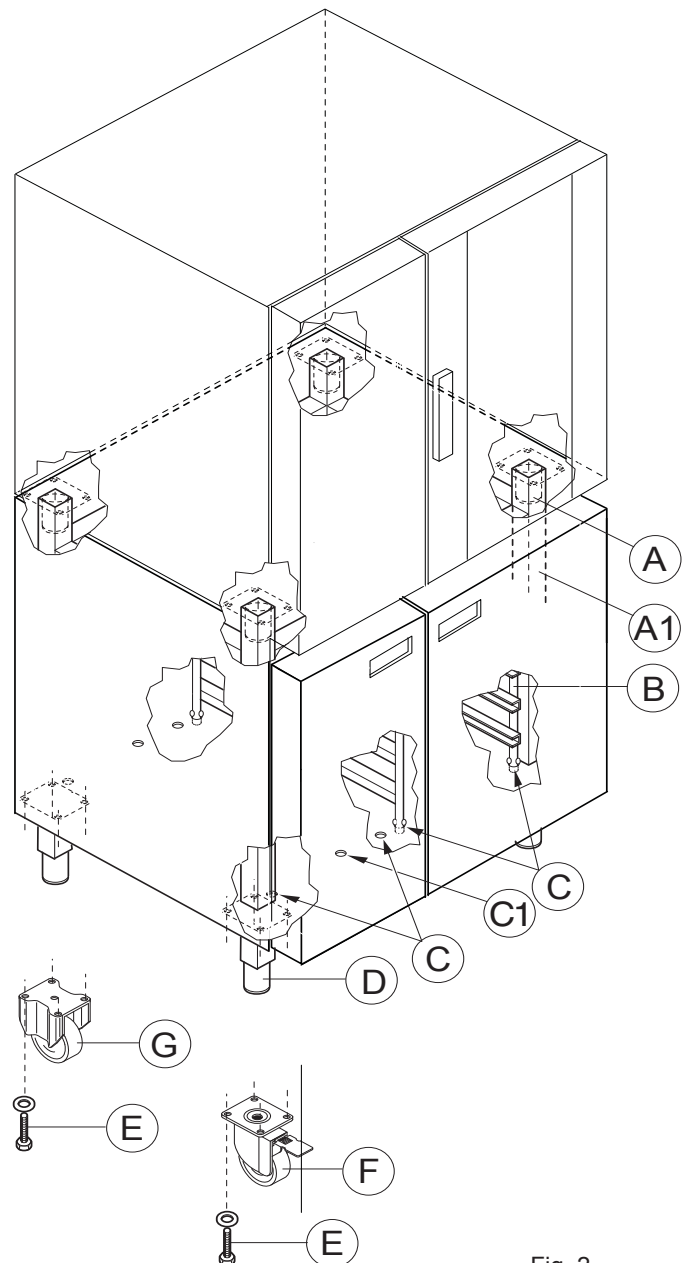

Fig. 2
- Fixer le four sur la base en vissant les vis "A"(M5x14) dans les coins, accessibles par l'arrière, par le compartiment technique et par l'ouverture du panneau de commande (fig. 2).
(fig. 2)
3.3.2 Glissières pour grilles (fig. 2) (accessoire)
3.3.3 Kit roues (fig. 2) (accessoire)